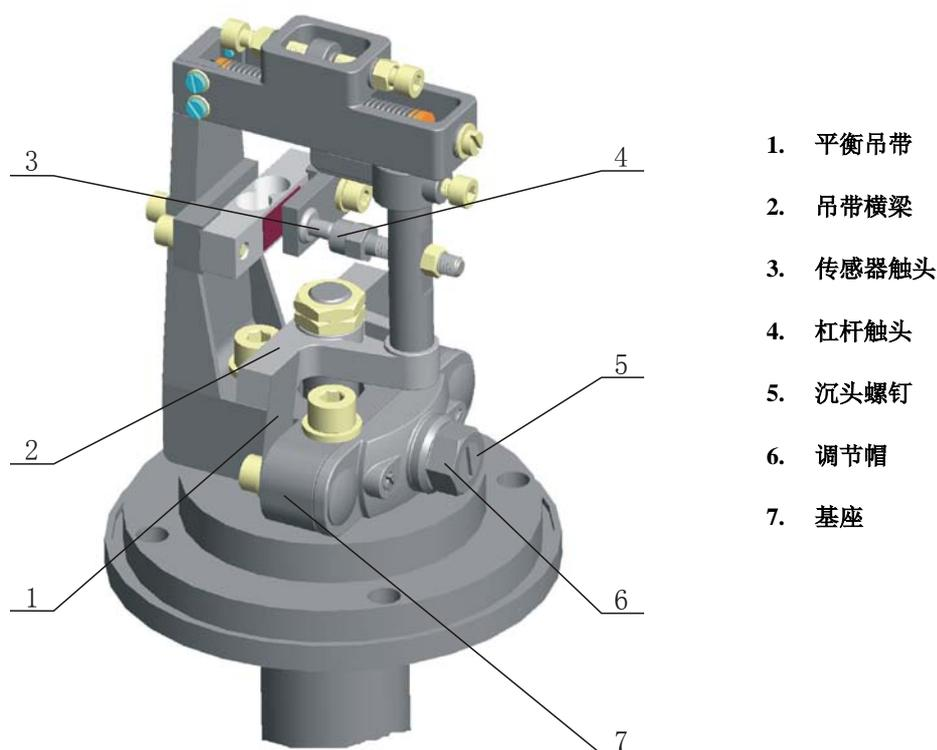

图 5
a) 将表头按工作状态装卡在试压工装上，接通电源，并旋松沉头螺钉 5，调整杠杆触头 4（见图 5），使其与传感器触头 3 相脱离，调节磁开关，使其指示在 6mA~12mA 内任意数值，再调整杠杆触头 4，使其与传感器触头 3 接触，观察液晶显示屏，使电流在其指示值上增加 0.5mA~1mA 即可。